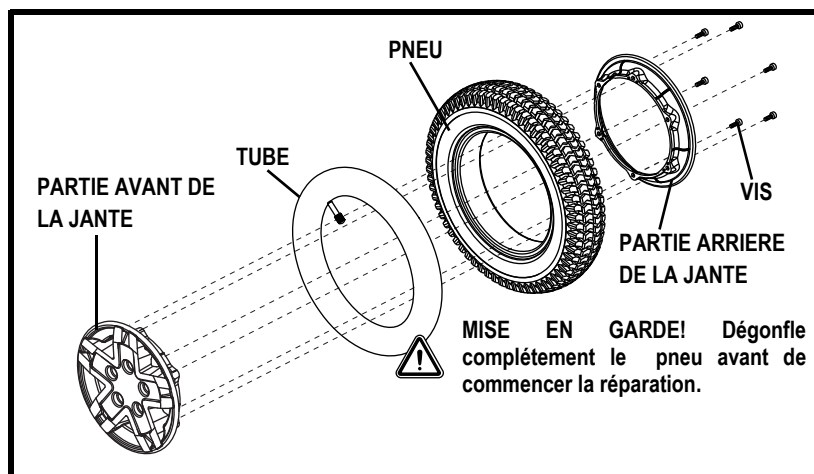

Figure 19. Roue motrice Rival en pièces
6. Retirez les vis qui retiennent les deux parties de la jante ensemble. **Voir la figure 19.**
10. Réinstallez les cinq (5) écrous de roue sur le moyeu et resserez.